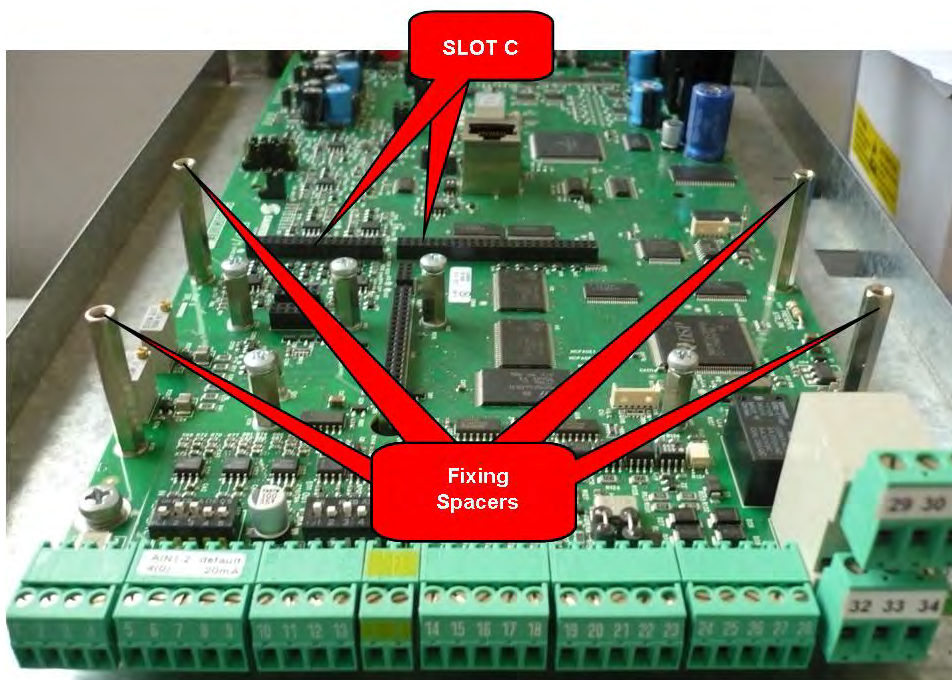
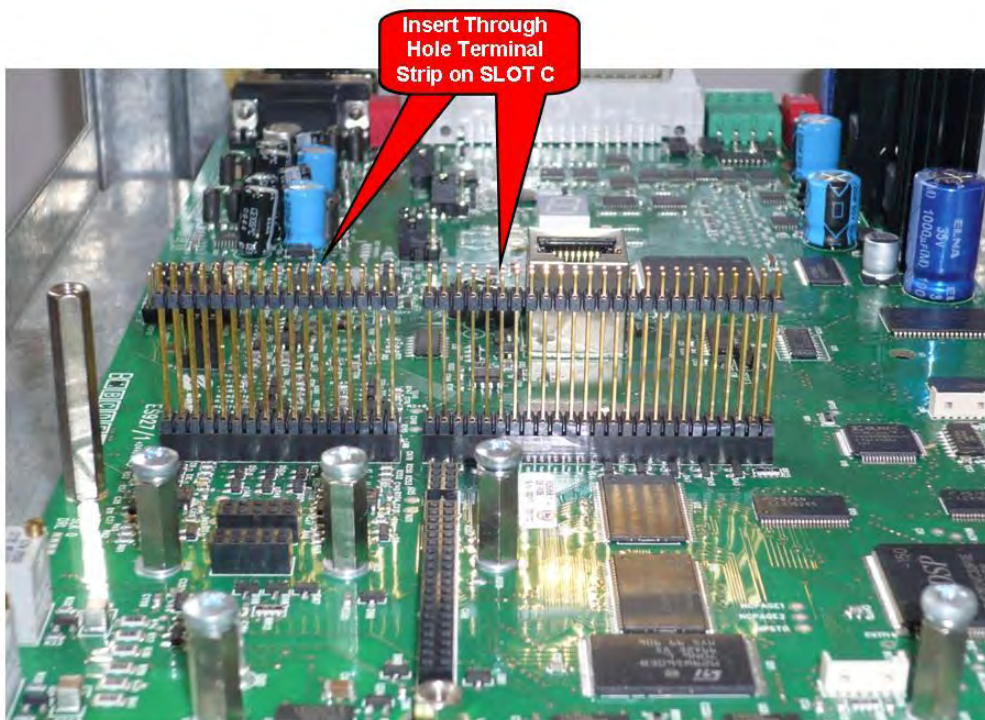
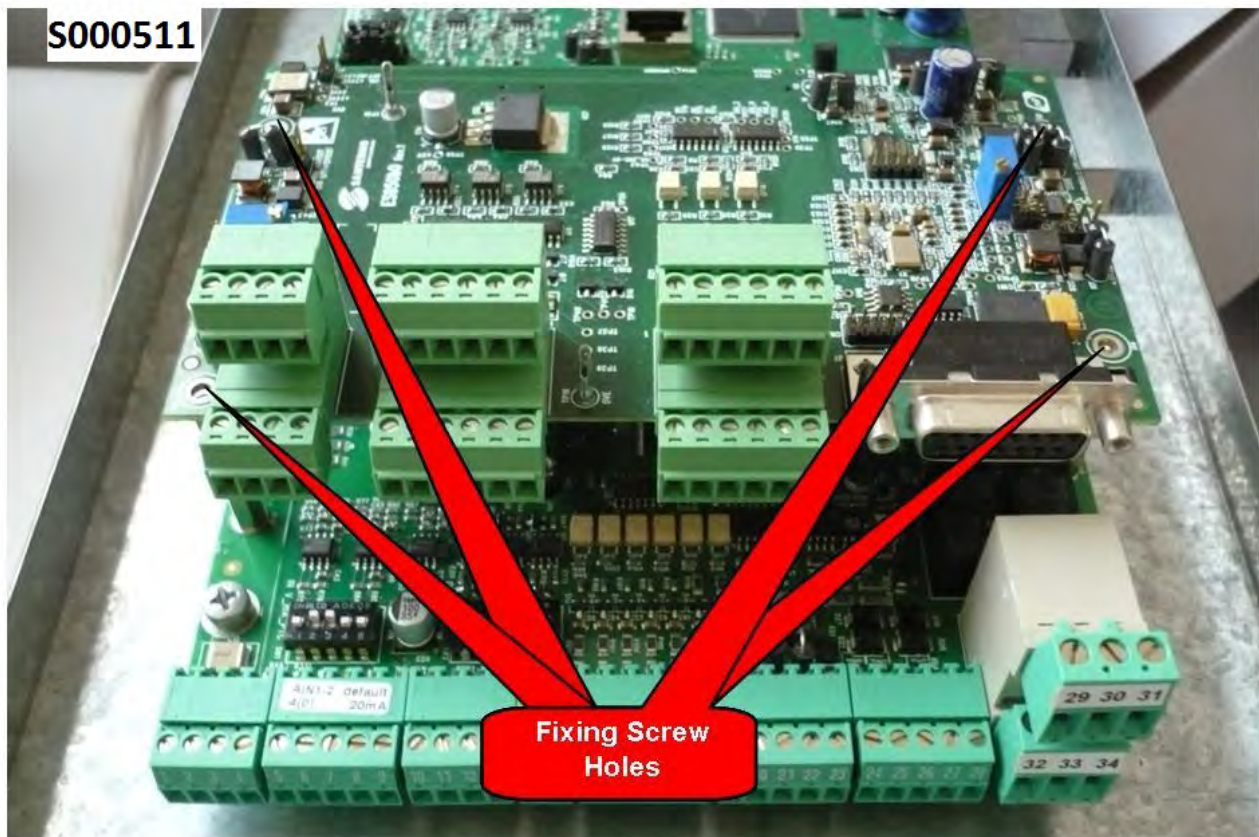

Figura 245: Posizione dello slot C all'interno del coperchio morsettiere Inverter PENTA
Figura 246: Inserimento pettini nello SLOT C
Figura 247: Fissaggio della scheda ES966 dentro l'inverter
3. Rimuovere il coperchio di protezione della morsettiera dell'inverter agendo sulle due viti frontali nella parte bassa del coperchio. Risulta così accessibile lo slot C della scheda di controllo PENTA sul quale va installata la scheda ES966 come visibile in Figura 245.
4. Inserire la scheda nello slot C facendo attenzione ad allineare correttamente i pettini dei contatti con i due connettori dello slot C (CN7A e CN7B): si vedano la Figura 245, la Figura 246 e le seguenti. Se la scheda è correttamente installata si ha l'allineamento tra i quattro fori di fissaggio e le corrispondenti sedi delle viti delle colonnette metalliche di supporto. Dopo aver controllato il corretto allineamento serrare le quattro viti di fissaggio della scheda come mostrato nella Figura 247.